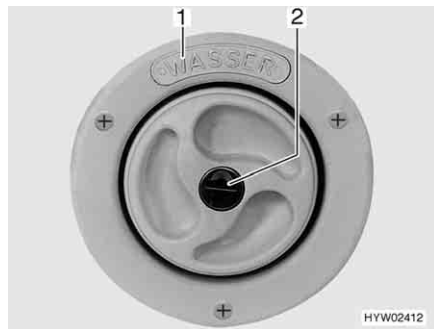
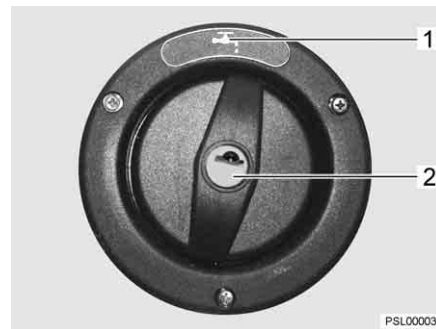

Bild 49 Lock för påfyllningsöppningen för dricksvatten
Bild 50 Lock för påfyllningsöppningen för dricksvatten (alternativ)
- Påfyllningsöppningen för dricksvatten är märkt med texten "WASSER" (vatten) (Bild 49,1) eller med symbolen "☕" (Bild 50,1).
- Stick in nyckeln i låscylindern (Bild 49,2 resp. Bild 50,2) och vrid moturs.